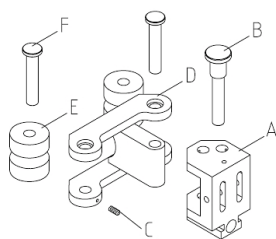

Fig. 25: De geleidingseenheid samenstellen
1. Plaats de rollen (E, fig. 25) in de speciale geleidingseenheid (D) en zet ze vast met behulp van de pennen (F). Draai vervolgens de pennen (F) vast met de twee schroeven (C).